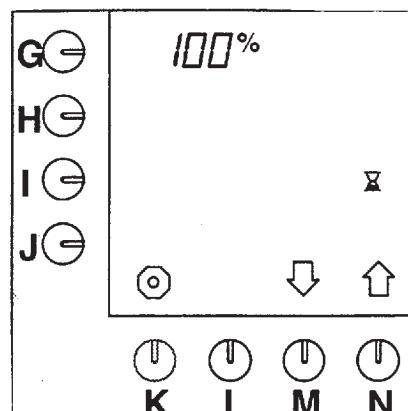

Рис.35 Временная пауза 100%
- Нажмите кнопку **N↑** до появления на экране рис.35